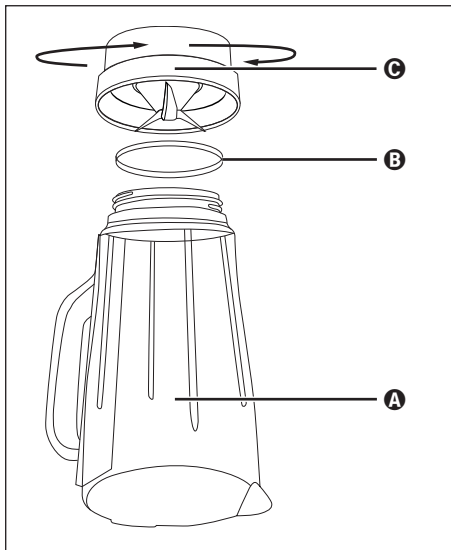

Abb. 4
- 2) Stellen Sie das Gerät auf den Kopf und drehen Sie das Plastikteil **C** des Mixaufsatzes **3** gegen den Uhrzeigersinn, so dass es sich vom Glasteil **A** des Mixaufsatzes **3** lösen lässt (siehe Abb. 4).